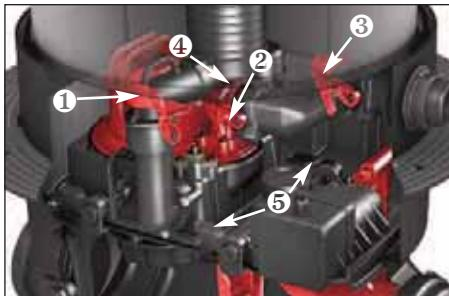

Abb. 17 Entlüfter
Der Entlüfter (Abb. 17 von rechts nach links) besteht aus Dichtung, Grundkörper, Schwimmerkugel, Dichtung, Bajonettverschlusskappe, Aktivkohlefilter und Deckel. Den Deckel (Abb. 19) durch leichtes seitliches Kippen abziehen. Anschließend Bajonettverschlusskappe (Abb. 20) drehen ① und nach oben abziehen ②. Dichtung und Schwimmerkugel entfernen und reinigen. Der Zusammenbau erfolgt in umgekehrter Reihenfolge.